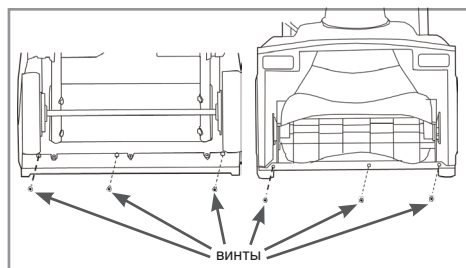

Рис. 14 Расположение винтов крепления скребка
- 1.1 Открутите 6 винтов крепления скребка, как это показано на Рис.14.